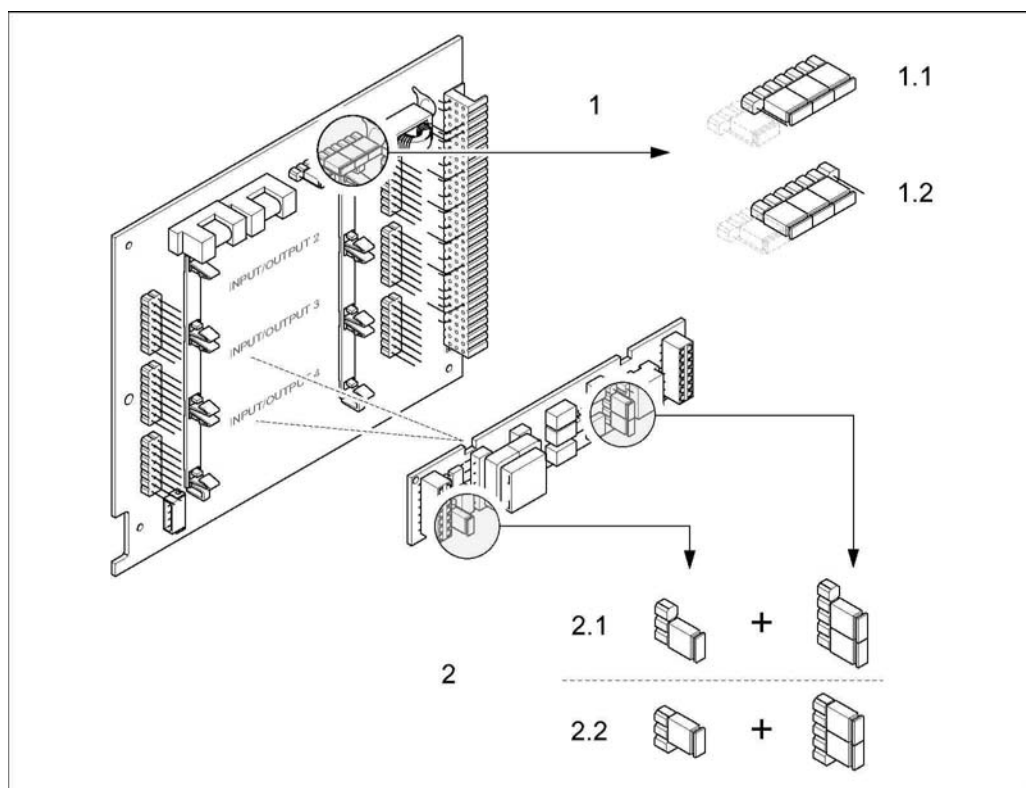
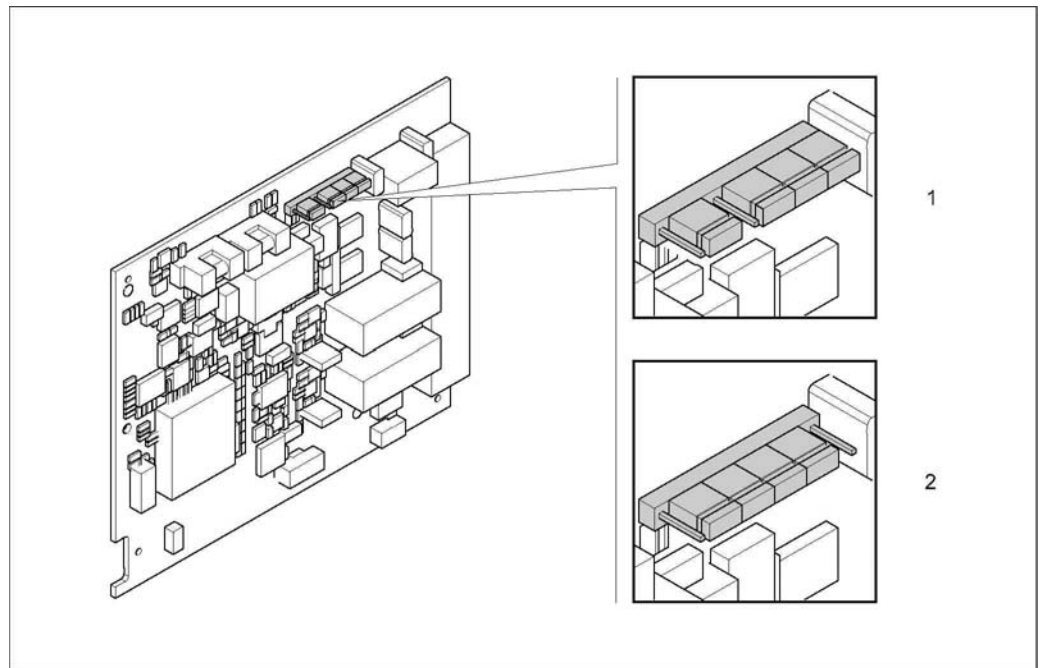

Рис. 52. Настройка токового выхода с помощью переключателей (плата ввода/вывода с гибким назначением контактов)
Рис. 53. Настройка токового выхода с помощью перемычек (плата ввода/вывода с фиксированным назначением контактов)
3. Установите переключатели → Рис. 52, → Рис. 53.